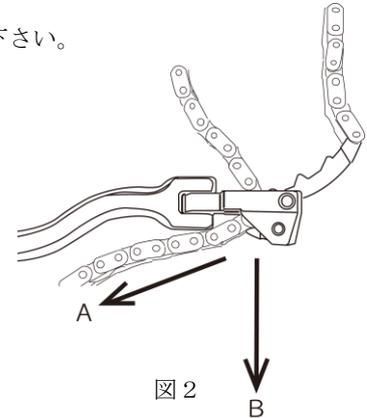

図2
- ②オイルフィルターを回転させる方向に解放レバーを向けて、オイルフィルターに本機のチェンを巻き付けて、Dリングを図2のA側（ハンドルと平行方向）へ引張って締付けて下さい。**B側（ハンドルと垂直方向）へチェンを引っ張ると、爪の Springs が破損する恐れがあります。**
- ③ハンドルを解放レバー側に押し、オイルフィルターを回して下さい。
- ④オイルフィルターから本機を取り外す際は、解放レバーの反対側にハンドルを押しして下さい。